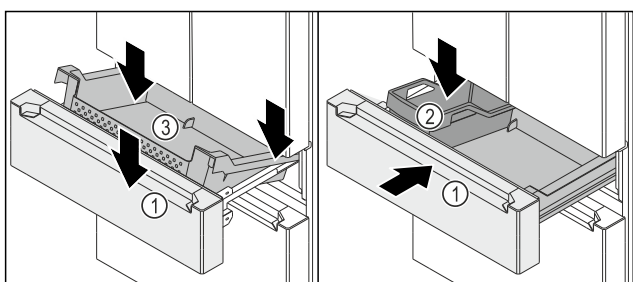

Fig. 150
- ☐ Izvlačna kutija Fig. 150 (1) je izvučena.
- ▶ Spremnik Fig. 150 (3) postavite straga na vodilice desno i lijevo.
- ▶ Spremnik Fig. 150 (3) spustite sprijeda tako da spremnik Fig. 150 (3) okružuje vodilice desno i lijevo.
- ▶ Umetnite FlexBox Fig. 150 (2).
- ▶ Ugurajte izvlačnu kutiju Fig. 150 (1).